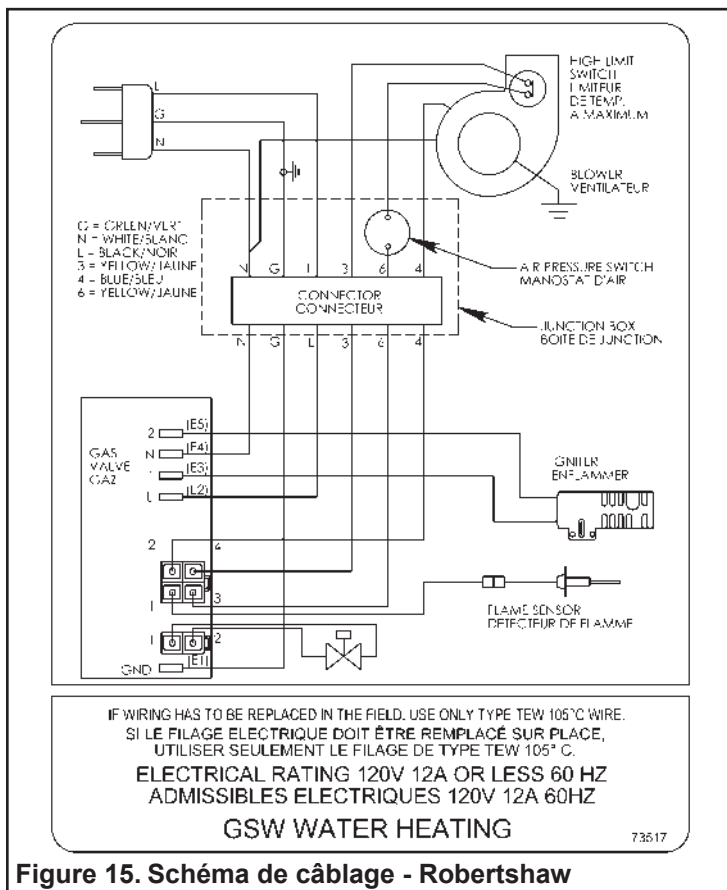
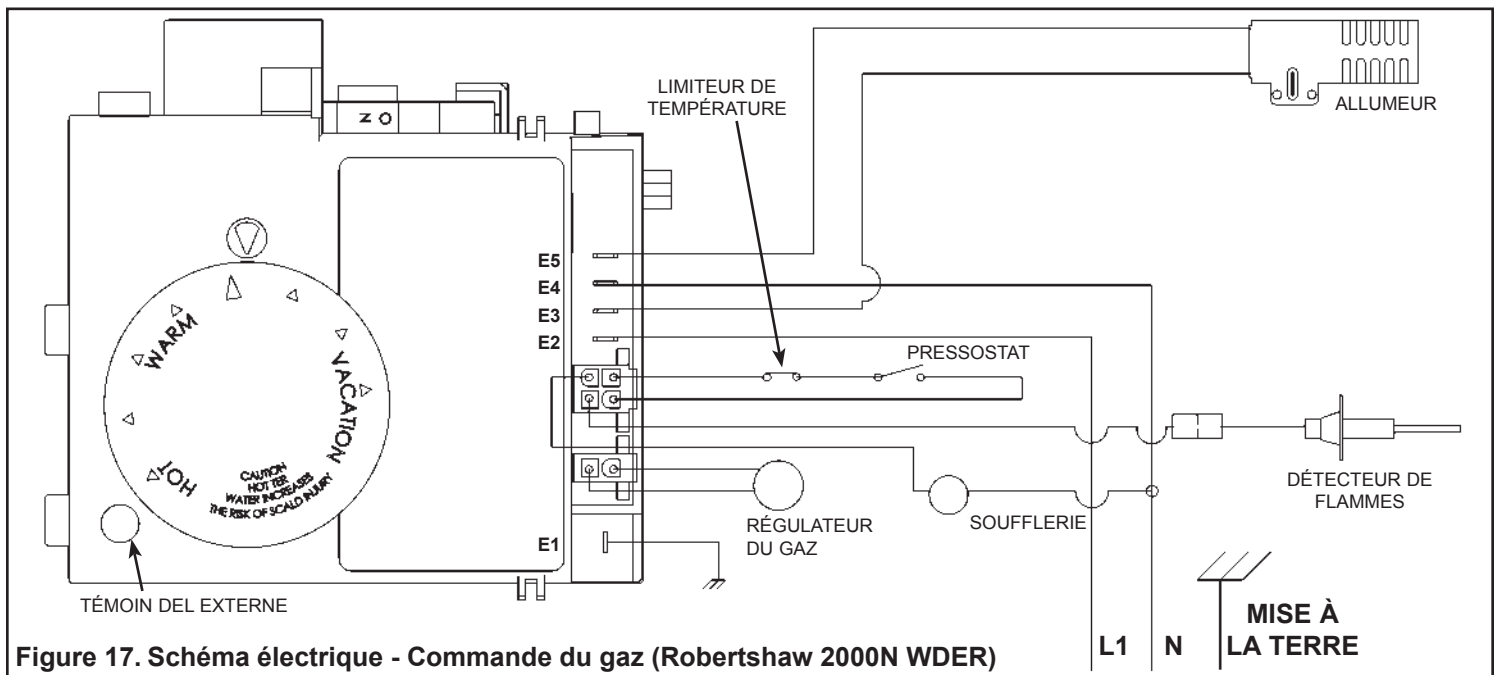

Figure 15. Schéma de câblage - Robertshaw
Figure 17. Schéma électrique - Commande du gaz (Robertshaw 2000N WDER)
**Important:** Plusieurs composantes situées à l'intérieur de la commande du gaz du chauffe-eau sont **polarisées**. Assurez-vous que les fils électriques, dans la prise électrique elle-même, soient raccordés aux bons terminaux. Une alimentation électrique inversée empêchera l'appareil de fonctionner correctement (voir Figure 15 et Figure 17). De même, afin d'éviter des erreurs lors d'un rebranchement, identifiez bien tous les fils avec des étiquettes avant d'entreprendre des travaux. Si vous devez changer un fil électrique, n'utilisez que du fil de **TYPE TEW 105°C**. Ne remplacez pas les fils de l'allumeur, remplacez plutôt l'allumeur au complet. Si le chauffe-eau est installé dans un endroit asséché par une pompe de puisard, s'il est installé dans une zone inondable, ou s'il est susceptible de survenir un dégât d'eau à proximité, il est suggéré de raccorder le chauffe-eau à une prise électrique munie d'un disjoncteur.